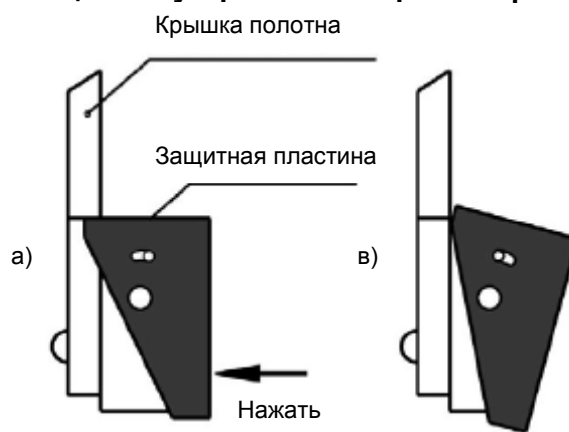

Рис.18
2. Второй рукой надавить на защитную пластину как показано на Рис.18а